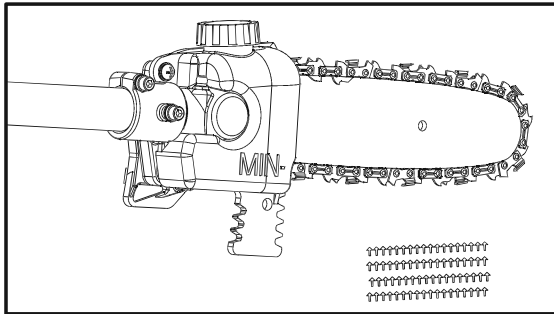

Fig. 18
1. Certifique-se de que a guia (14) e a corrente (15) estão colocadas quando verificar a distribuição de óleo.
2. Ligue o produto, mantenha-o a funcionar sem carga e verifique se o óleo para correntes é distribuído conforme demonstrado na figura (Fig. 18, 19).